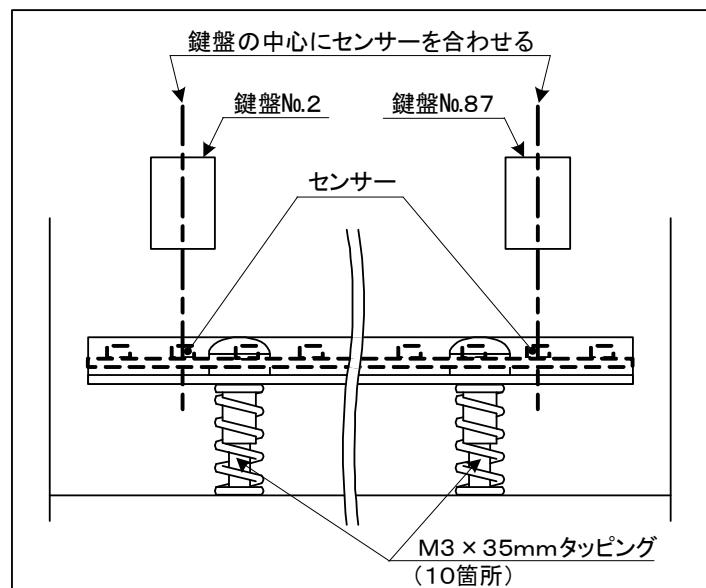

図3.3-4 キーボードユニット左右位置決め
(4) 図3.3-4の様に鍵盤No.2とNo.87を取り付け、センサーの中心線上に鍵盤の中心が重なるようにして左右位置を決定しネジ止めする。(M3×35mmタッピング 10本)